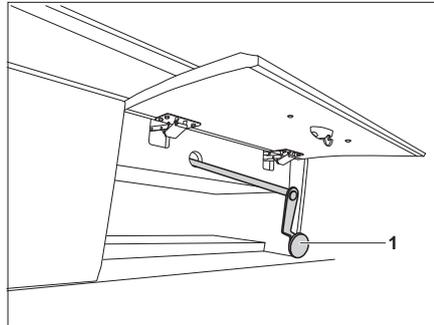

Bild 121 Notbedienung für elektrisches Hubbett
- ▷ Bei Stromausfall kann das elektrische Hubbett auch mit einer Notkurbel (Bild 121) bedient werden. Diese befindet sich hinter einer Staufach-Klappe.